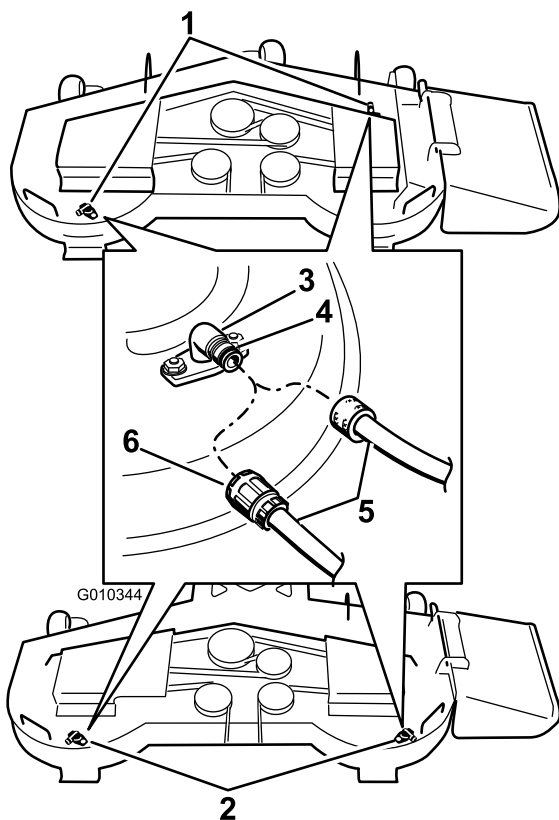

Figure 73
3. Branchez le raccord du flexible au raccord de lavage du carter du tablier de coupe et ouvrez l'eau en grand (Figure 73).